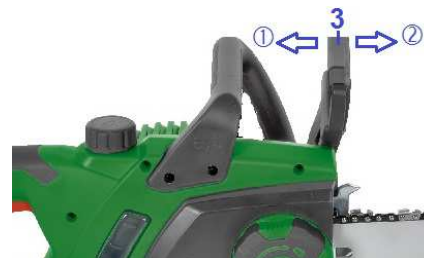

Fig.6
1. Il frenacatena è allentato (vuole dire la catena può spostarsi) quando la leva di freno (3) è tirata verso la parte posteriore e bloccata verso l'impugnatura anteriore (① Fig.6).
2. Il frenacatena è impegnato (la catena é chiusa) quando la leva di freno (3) é scostata dall'impugnatura prima di trasmettere la posizione (② Fig.6).
1. Tenete la motosega fermamente per l' impugnatura impugnature anteriori (11) e posteriore (7).
3. Appoggiate sulla protezione a mano (3) verso la parte anteriore (② Fig.6). Ciò dovrebbe portare all'arresto immediato della catena e del motore.
Spegnere la macchina, poi spingere la protezione a mano anteriore (3) in posizione verticale (① Fig.6) fino che si blocca. Il frenacatena è di nuovo operativo.